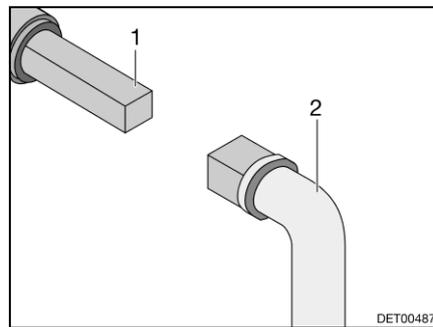

Fig. 73 Utilisation du robinet d'évacuation des eaux usées
- Insérer la clé (Fig. 73,2) sur la vis à quatre pans (Fig. 73,1).